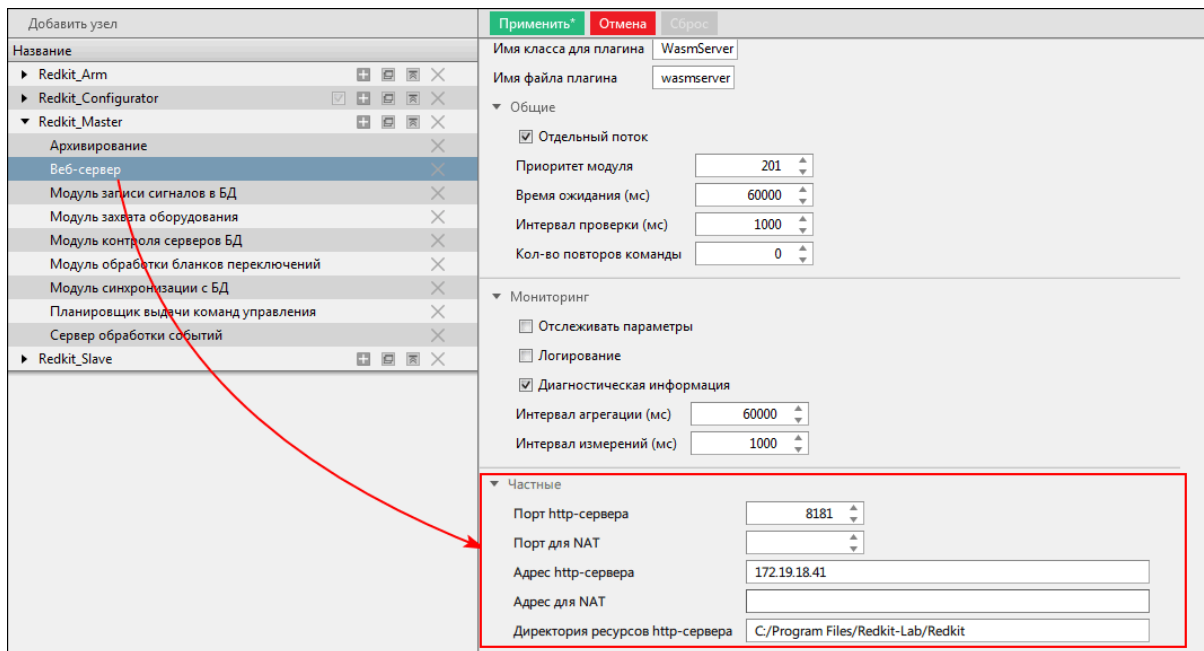

Рисунок 507 - Настройка модуля «Веб-сервер»
6. Нажмите на модуль **Веб-сервер** и справа в настройках **Частные** укажите (Рисунок 507):